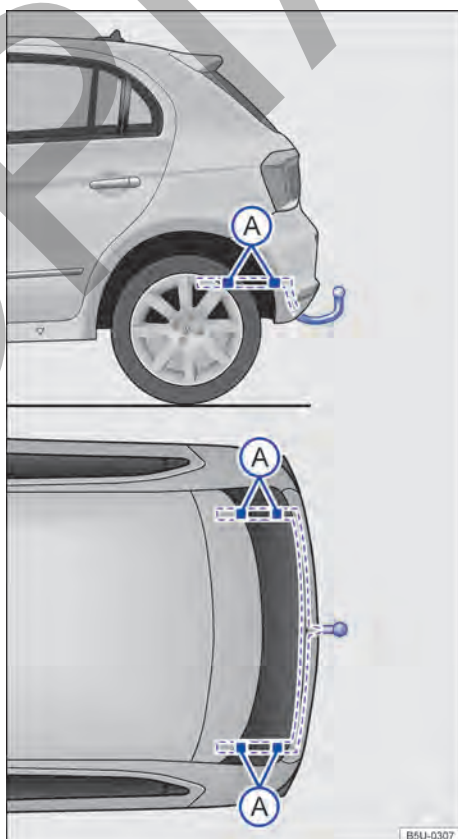

Fig. 140 Puntos de fijación para el montaje posterior de un enganche para remolque. ▶
La figura → fig. 140 muestra, por ejemplo el punto de fijación para el montaje de un enganche para remolque del modelo Gol.
El montaje posterior de un dispositivo de remolque deberá ser efectuado de acuerdo con las instrucciones del respectivo fabricante del enganche, siempre respetando los puntos de fijación indicados en la → fig. 140 (A).